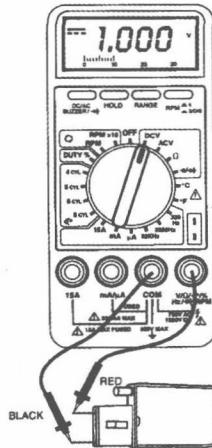

图 1-1-10 测量直流电压
- (2) 根据图 1-1-10 所示,简述使用数字式万用表测量直流电压挡的操作步骤。